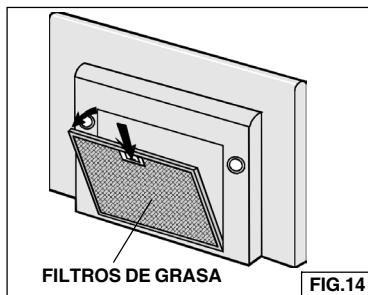

FIG.14
1. Para quitar el filtro de GRASA, agarre con fuerza la lengüeta del seguro y tire de ella. De esta forma desconectará el filtro de la campana. Incline el filtro hacia abajo y quitelo. Fig. 14